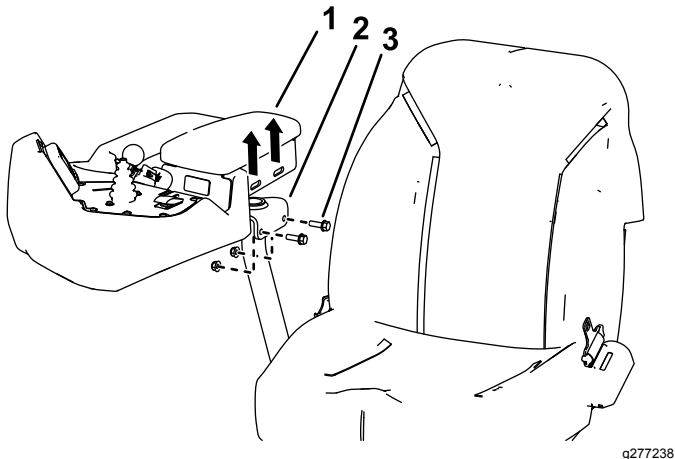

Figura 2
2. Retire los 2 pernos con arandela prensada y las tuercas que sujetan el reposabrazos al asiento (Figura 2). Guarde las fijaciones.